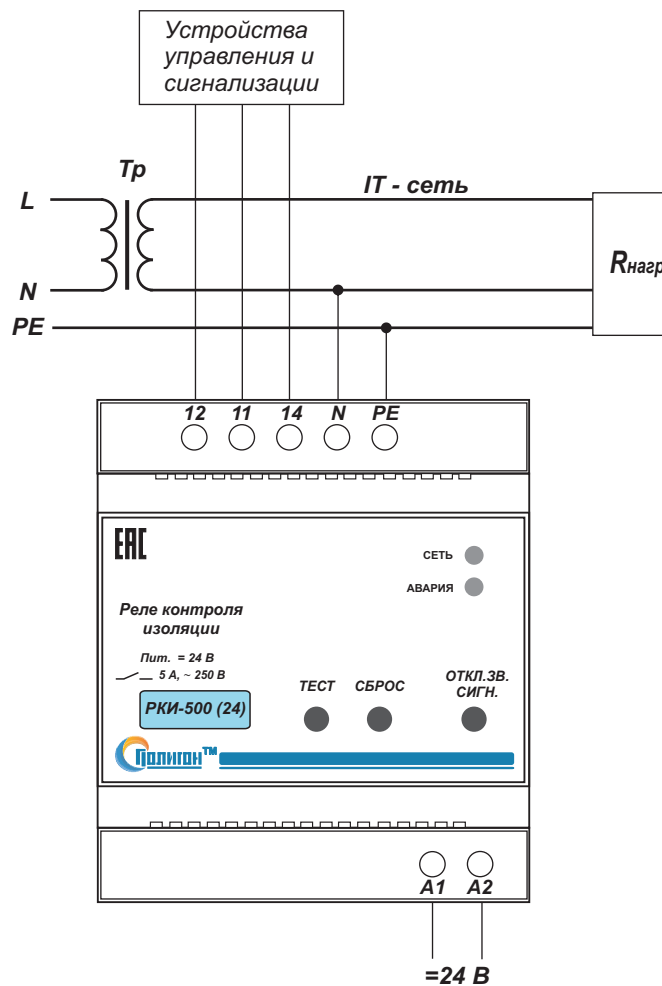

Рис.1. Типовая схема подключения блока РКИ-500 (24).
4.3. Произвести подключение реле контроля изоляции РКИ-500 согласно маркировке (рис.1.): N - нейтраль ; PE -